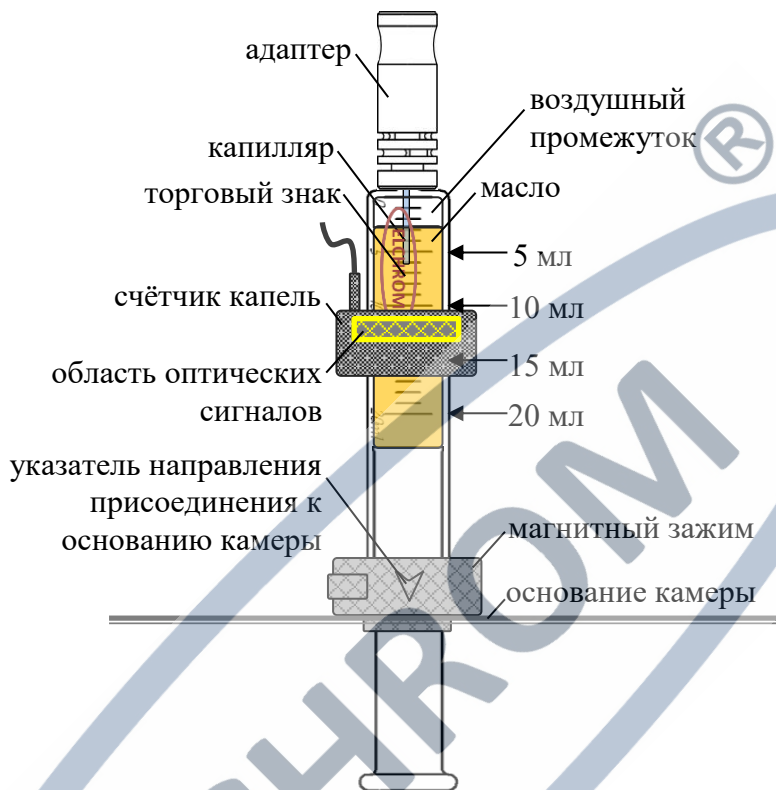

Рис. 10. Установка счётчика капель
7.5.5 Магнитный зажим должен быть так расположен на пробоотборнике, чтобы стрелка была по направлению к поршню (рис. 10).
7.5.7 Надеть сверху на пробоотборник счётчик капель с датчиком температуры пробы масла (рис. 9д). Установить счётчик капель примерно на уровне отметки 10 мл (рис. 10). Проследить, чтобы маркировка торгового знака на пробоотборнике не попала в область счётчика капель для беспрепятственного прохождения оптических сигналов сквозь пробоотборник.